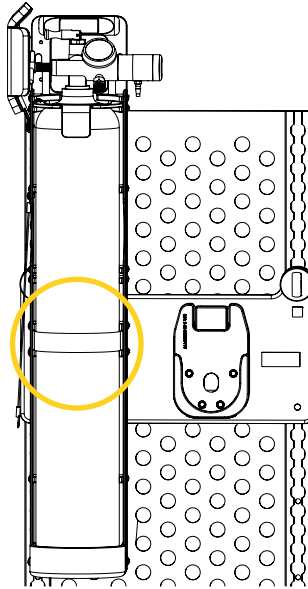

Figure 9: Emplacement de la courroie de serrage
2. Tirer sur l'extrémité de la courroie (Figure 9) et la retirer de l'anneau pour détacher la courroie.